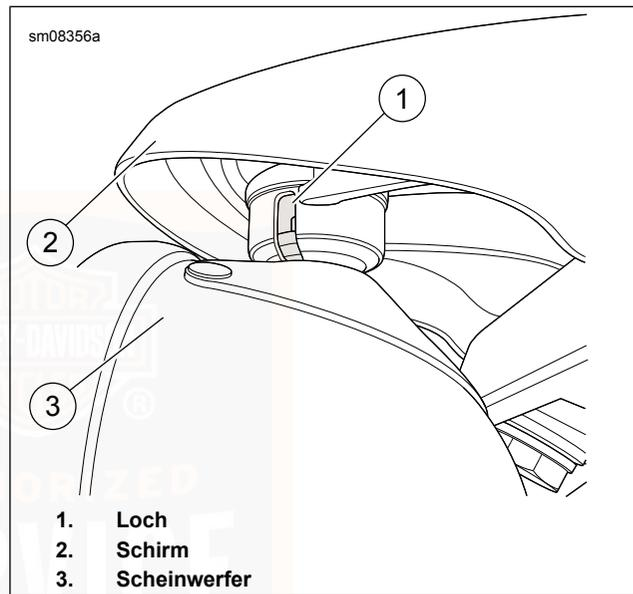

Abbildung 66. Scheinwerferschirm: FXDL-Modelle
- a. Siehe Abbildung 66. Einen kleinen Schraubendreher durch die Öffnung (1) an der linken Seite unter dem Schirm (2) einführen.